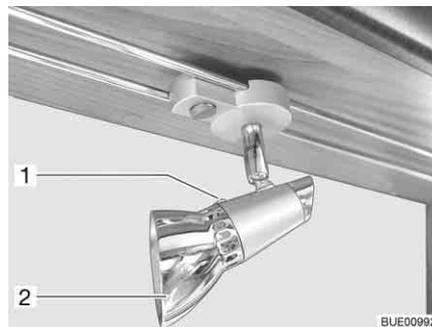

Bild 221 Halogenspotleuchte (verschiebbar)
- Befestigungsschraube (Bild 221,1) lösen.
- Lampenschirm (Bild 221,2) abnehmen.